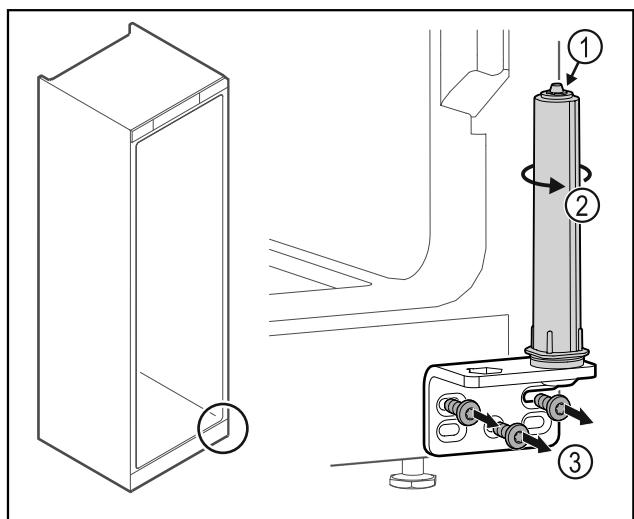

Fig. 38
► 请勿拆解关门系统 Fig. 38 (1)。
► 转动关门系统 Fig. 38 (2)，直至听到咔嚓声。
► 拧下合页角铁 Fig. 38 (3)。